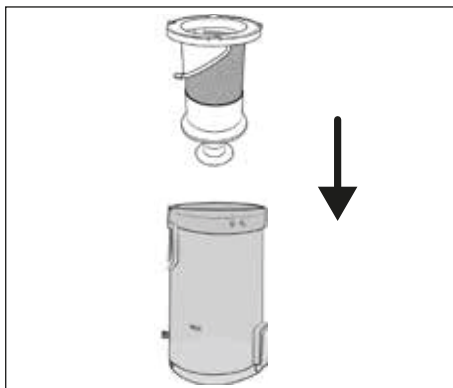

Fig. 23
- 6) Inserire il filtro in acciaio inox **6** nel contenitore della polvere **7** e premerlo completamente verso il basso (vedere fig. 23). Tenere conto dei due fermi di grandezza diversa presenti sul filtro in acciaio inox **6**. Grazie a questi fermi il filtro in acciaio inox **6** può essere inserito nel contenitore della polvere **7** solamente in una posizione.